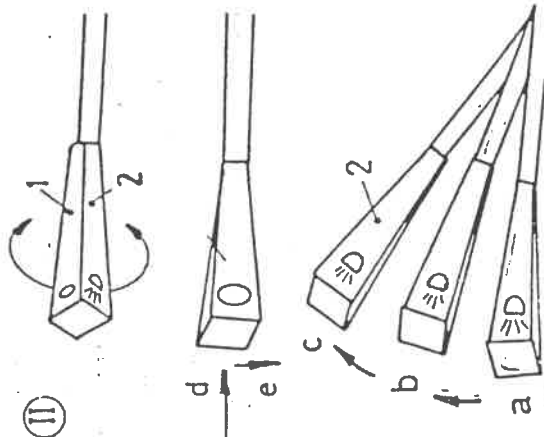

fig. 2
-Se rasucește maneta II (fig. 2) în poziția 2a. (II)
-Se realizeaza prin trecerea manetei II din pozitia 2a în pozitia 2 b (fig.2).
-Se realizeaza prin trecerea manetei II din pozitia 2b în pozitia 2c (fig.2). Acest lucru este semnalizat de lampa "faza mare" (poz. 4, fig. 8)
Se actioneaza maneta II din poz. „a” în sensul sagetii „e” (fig.2).
Se acționează maneta II în sensul săgeții "D" (fig.2).